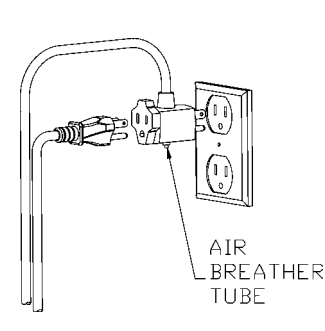

Figure 4.
1. The RS-5 115V switch is supplied with a three prong piggyback plug/receptacle on the cord and must be used with pumps that have three prong plugs. This connection is illustrated in Figure 4. The third prong is to ground the pump to prevent possible electrical shock hazard. Do not remove the third prong from the plug. The receptacle should be a properly grounded, grounding-type receptacle.
1. L'interrupteur RS-5 de 115 V est fourni avec un cordon muni d'une fiche/prise de courant jumelle à trois broches. Il ne peut être utilisé qu'avec des pompes munies de fiches à trois broches. Ce raccordement est illustré à la Figure 4. La troisième broche sert à mettre la pompe à la terre afin d'éviter tout danger de choc électrique. Ne pas enlever la troisième broche de la fiche. La prise de courant doit comporter trois broches dont une mise à la terre.